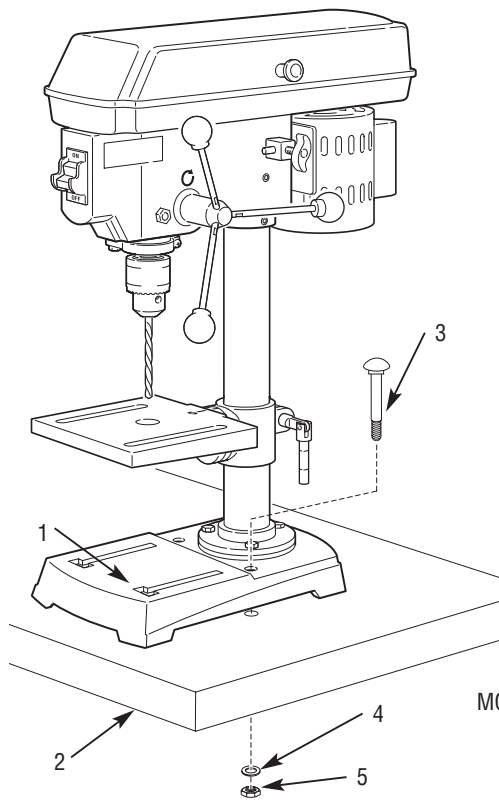

FIGURE 8.
1. Placer la perceuse à colonne (1) sur le plateau (2) comme souhaité.
2. Fixer fermement la perceuse à colonne (1) sur le plateau (2) dans les trous situés sur le socle de la perceuse à colonne à l'aide de deux boulons mécaniques (3), de rondelles plates (4), et d'écrous (5). Voir figure 8.